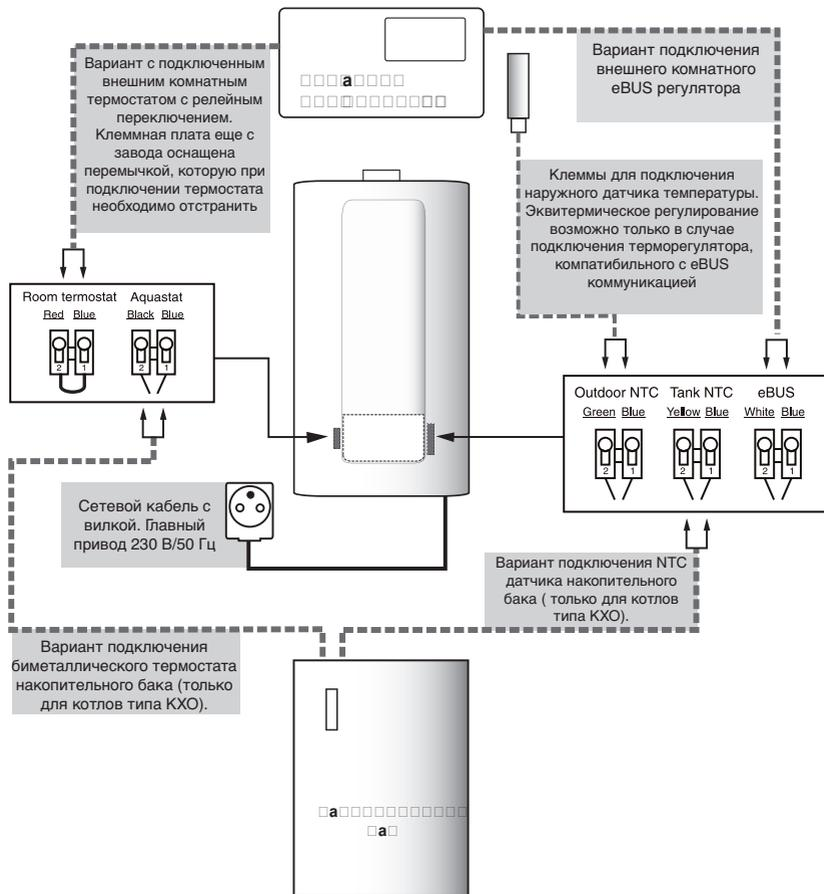

Рис. 24
Провода комнатного терморегулятора присоединяются к клеммной плате котла (рис. 24 и 25). С помощью выше указанных регуляторов можно активизировать функцию эквитермического регулирования.
**Примечание:** Для активизирования функции эквитермического регулирования необходимо установить наружный датчик температуры. Провода наружного датчика подсоединяются к клеммной плате котла (рис. 24 и 25). Наружный датчик температуры необходимо устанавливать на самую холодную стену здания (чаще всего на его северную сторону).